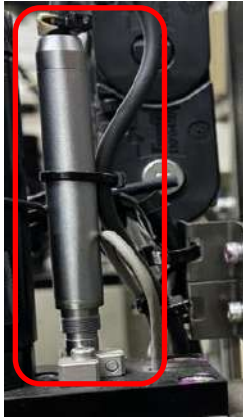

Fig. 36
1.1. Analizamos el linear gauge con mantenimiento, para verificar que no tuviera movimientos o anomalías en su funcionamiento (Fig. 36).